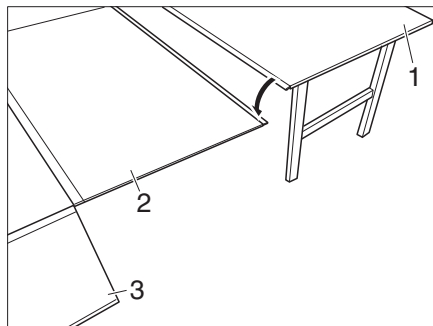
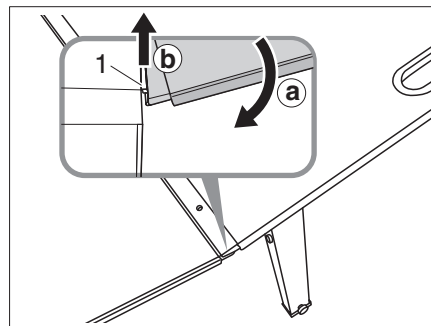

Bild 29 Tischverlängerung einhängen
Bild 30 Tisch einhängen
- Bettverlängerung (Bild 29,2) an der Schiene (Bild 30,1) der Campbox ansetzen und nach unten bewegen (Bild 30,a).
- Beide Schienen an der Verbindungsstelle anheben (Bild 30,b). Die Schienen rasten ineinander ein.
- Tisch (Bild 29,1) in der Tischverlängerung (Bild 29,2) in der gleichen Weise einrasten (Bild 30).